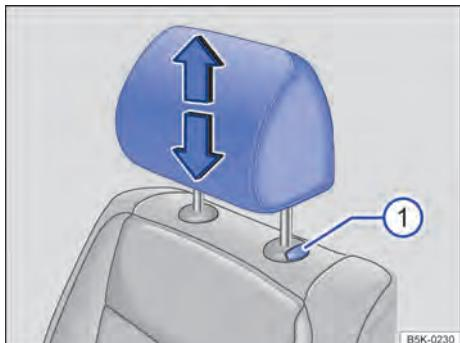
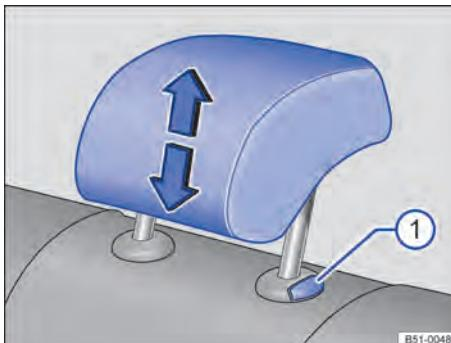

Fig. 44 Ajustar o apoio para cabeça frontal.
Fig. 45 Ajustar o apoio para cabeça traseiro.
- Empurrar o apoio para cabeça para cima no sentido da seta ou, com o botão **⇒ Fig. 44 ①** ou **⇒ Fig. 45 ①** pressionado, empurrar para baixo **⇒ ▲**.